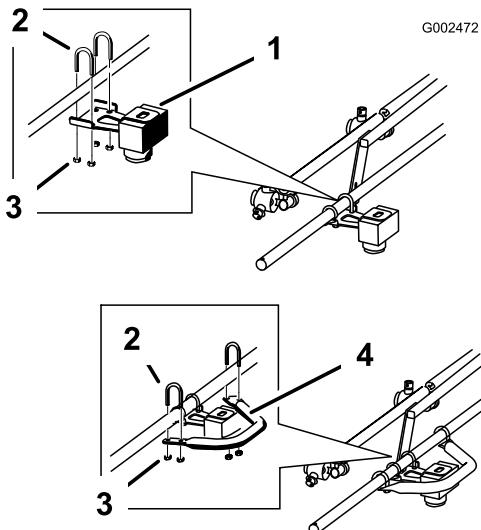

Figura 5
metà via tra l'ultimo ugello e il supporto verticale (Figura 5), mediante 2 bulloni a U, 4 rondelle (5/16 pollice) e 4 dadi di bloccaggio (1/4 pollice).
4. Montate il tubo di protezione attorno al sensore ultrasonico con il lato concavo rivolto verso l'interno, ovvero verso il veicolo. Fermate, senza fissarlo saldamente, il tubo di protezione alla barra (Figura 5) mediante 2 bulloni a U, 4 rondelle (5/16 pollice) e 4 dadi di bloccaggio (1/4 pollice). In questo momento, non serrate a fondo gli elementi di fissaggio per potere eseguire successivamente delle regolazioni.